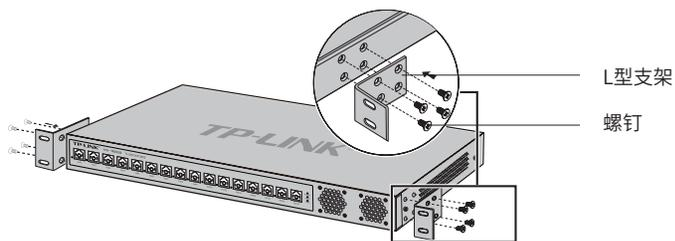

图2-1 支架安装示意图
2. 将配件中的两个L型支架分别安装在光电一体配线架面板的两侧,并用配件中提供的螺钉固定,如图2-1所示;